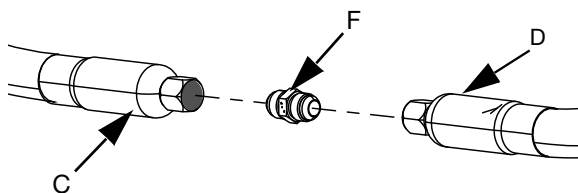

FIG. 24
- 6. En cas d'utilisation de deux flexibles d'alimentation (C et D), utiliser le flexible d'alimentation 1 sur le flexible d'alimentation 2 (F) pour relier le flexible d'alimentation 1 (C) au flexible d'alimentation 2 (D). Voir la FIG. 24.